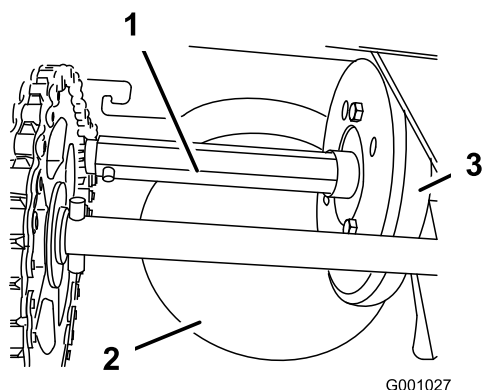

Figure 52
A. Sortez la jauge et versez lentement de l'huile dans le goulot de remplissage pour faire monter le niveau jusqu'au repère maximum sur la jauge (Figure 52). **Ne remplissez pas excessivement.**
Graissez légèrement l'arbre hexagonal une fois par an avec de l'huile moteur de type automobile (Figure 52).
**Important:** Veillez à ne pas faire couler d'huile sur la roue en caoutchouc ou le plateau d'entraînement à friction en aluminium, car cela fera patiner la transmission (Figure 52).